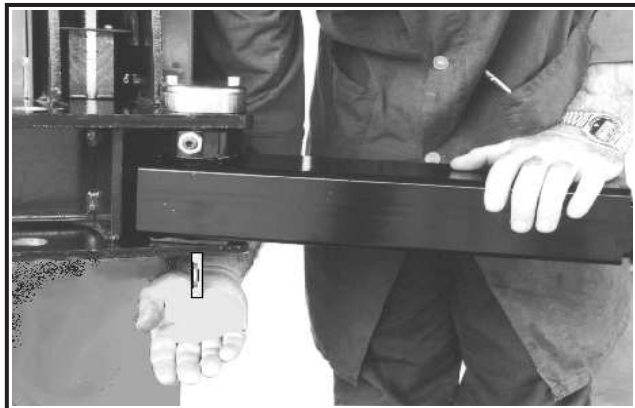

Fig.48
7 - Verificare il corretto funzionamento del dispositivo di bloccaggio bracci, premendo verso l'alto il perno spingimolla (1) e ruotando il braccio in uno dei 2 sensi, così che dopo una breve rotazione il perno ritorni nella sua posizione (Fig.48).
7 - Make sure that the arm locking device works correctly, pressing the spring thrusting pin (1) upwards and turning the arm in one of the 2 directions, so that after a brief rotation the pin returns to its position (Fig.48).